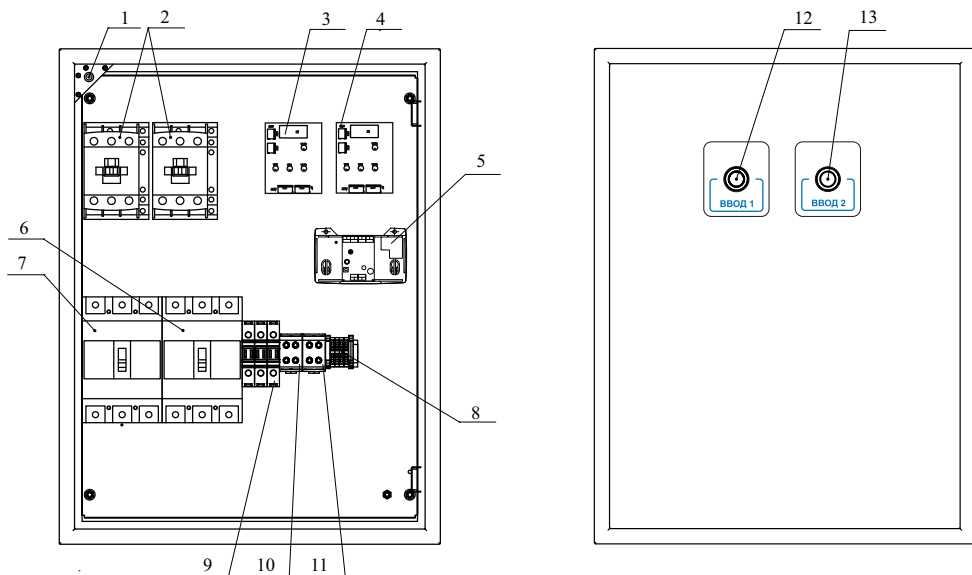

Рисунок 2
5.2 ШУ конструктивно выполнен в прямоугольном металлическом корпусе (рисунок 2), внутри которого размещены: